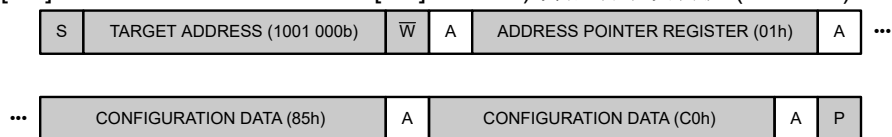
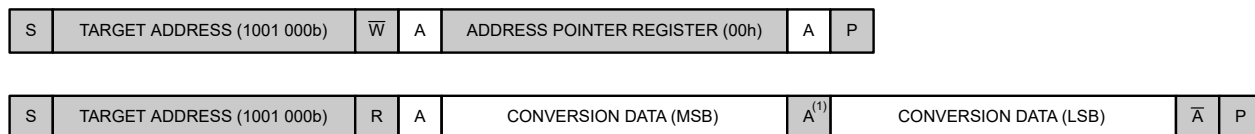
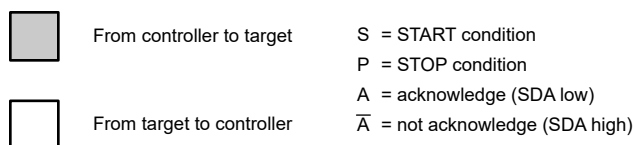

图 10-5. 对 Configuration 寄存器进行写入
图 10-7. 读取 Conversion 寄存器
图 10-8. I²C 序列图的图例
3. 然后，如图 10-7 所示，读取 Conversion 寄存器。
为了节省时间，还可以在读取转换结果（步骤 3）之前启动新的转换（步骤 4）。图 10-8 列出了图 10-5 至图 10-7 的图例。